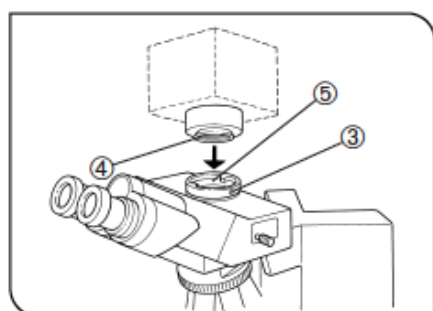

图 2
2. 使用显微镜附随的六角螺丝刀拧松直形光学镜筒的固定螺丝③，然后将相机座连接筒的安装燕尾槽④装入三筒镜筒的直形光学镜筒安装孔⑤。（图 2）
3. 拧紧固定螺丝③。（图 2）